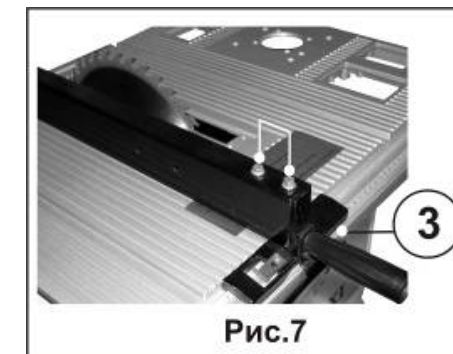

Рис.7
- ослабьте винт крепления указателя (17);
- отрегулируйте указатель (17);
11.2. Регулировка параллельного упора (Рис.7, 7a)
Параллельный упор (3) отрегулирован на заводе-изготовителе под углом 90° к передней стороне стола. Если упор разрегулирован, необходимо ослабить два болта (K), Рис.7, на верхней передней стороне параллельного упора (3) и установить угол 90° .